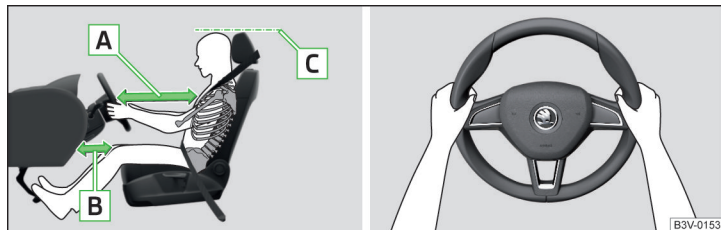

Fig. 14 Posición de asiento correcta del conductor / Posición correcta del volante
- ✓ Ajuste el asiento del conductor longitudinalmente de forma que la distancia de las piernas hasta el tablero de instrumentos en la zona del airbag de rodillas sea al menos de 6 cm » **fig. 14 - [B].**
- ✓ Ajustar el volante de tal modo, que la distancia entre el volante y el esternón sea, como mínimo, 25 cm » **fig. 14 - [A].**
- ✓ Ajuste el reposacabezas de tal modo que el borde superior del mismo se encuentre a ser posible a la misma altura que la parte superior de su cabeza (no es válido para los asientos con reposacabezas integrado) » **fig. 14 - [C].**
- Durante la conducción, sujete el volante con ambas manos por el borde exterior de los lados en las posiciones de las "9" y "3" horas » **fig. 14.** No sujete nunca el volante en la posición de las "12 horas" o de cualquier otro modo (p. ej., en el centro, en el borde interior del volante, etc.). De lo contrario puede generarse lesiones graves en los brazos, manos y la cabeza cuando se activa el airbag.
- ✓ Ajuste el reposacabezas de tal modo que el borde superior del mismo se encuentre a ser posible a la misma altura que la parte superior de su cabeza » fig. 14 de la pág. 20 - **C** (no es válido para los asientos con reposacabezas integrado).
- ✓ Ajustar el reposacabezas de tal modo, que el borde superior del mismo se encuentre de ser posible a la misma altura que la parte superior de la cabeza » fig. 14 de la pág. 20 - .